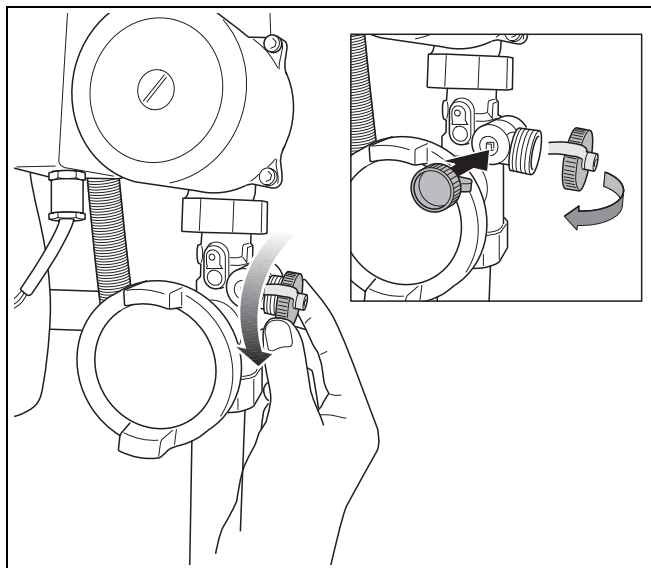

Рис. 9 Снятие крышки с крана для наполнения и слива
- Отвинтить заглушку (рис. 9).